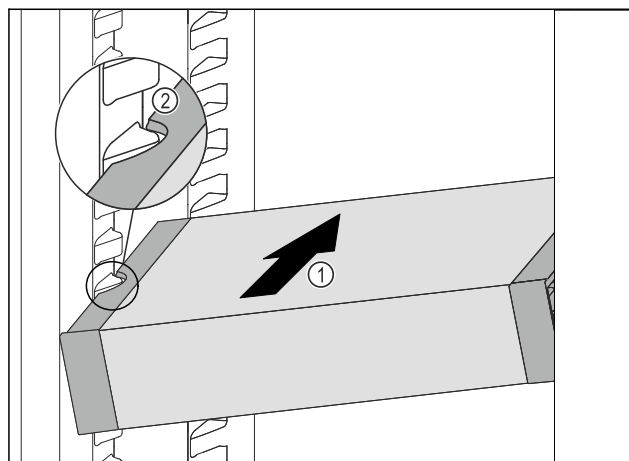

Fig. 123
- ▶ Вкарайте VarioSafe под ъгъл в хладилната част Fig. 123 (1), докато страничните прорези Fig. 123 (2) на VarioSafe се намират на височината на ребро на съда в хладилната част.